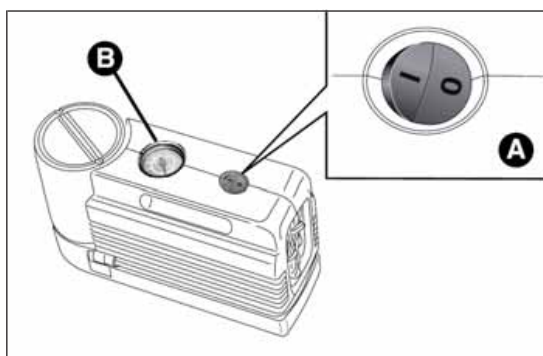
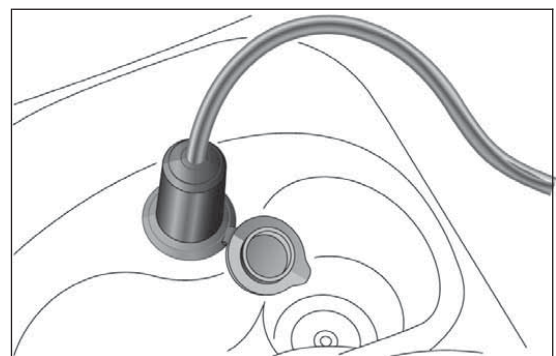

Abb. 167
Abb. 168
- Prüfen, dass der Schalter A Abb. 167 des Kompressors auf 0 steht (AUS), den Motor starten, den Stecker in die Steckdose auf dem Mitteltunnel oder im Kofferraum Abb. 168 (für Versionen und Märkte, wo vorgesehen) stecken und den Kompressor einschalten, indem man den Schalter A auf die Position I bringt (EIN). Den Reifen auf den vorgeschriebenen Druck gemäß des Abschnitts "Reifendruck" im Kapitel "Technische Daten" aufpumpen. Für eine genaue Ablesung wird empfohlen, den Wert des Drucks auf dem Druckmesser B bei ausgeschaltetem Kompressor zu prüfen;